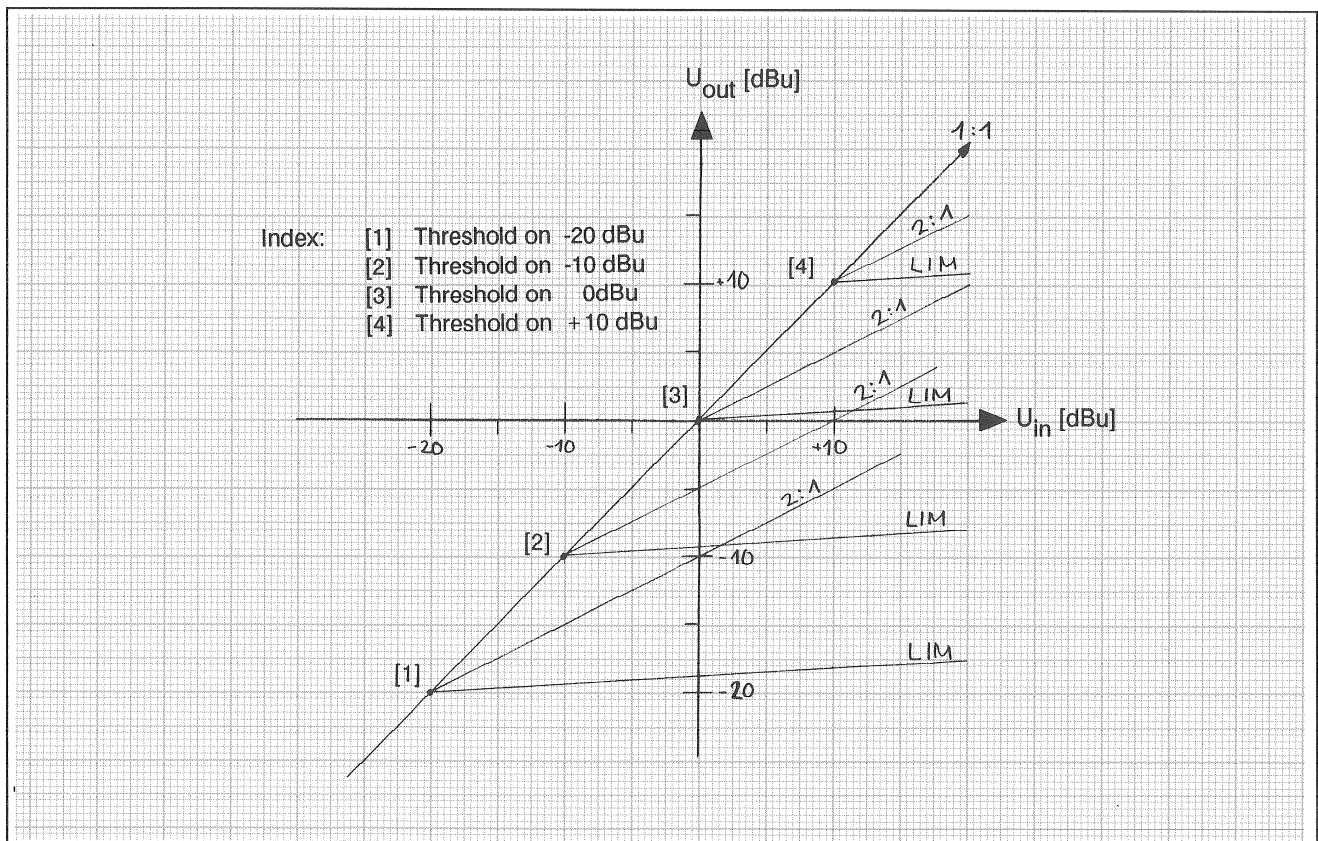

Fig. 2: Compressor threshold at four different input voltage levels ( $U_{in}$ ).
**THRESH:** Compressor threshold, adjustable range -20 to +10 dB. (see fig. 2)
**THRESH.:** Einsatzschwelle des Begrenzers einstellbar von -20 bis +10 dB. (vgl. Fig. 2)
Fig. 2: Wirkung des Kompressors bei vier verschiedenen Schwellenwerten. Das Kompressionsverhältnis (Ratio) ist jeweils schwach (2:1) und maximal (Limiter) gewählt.